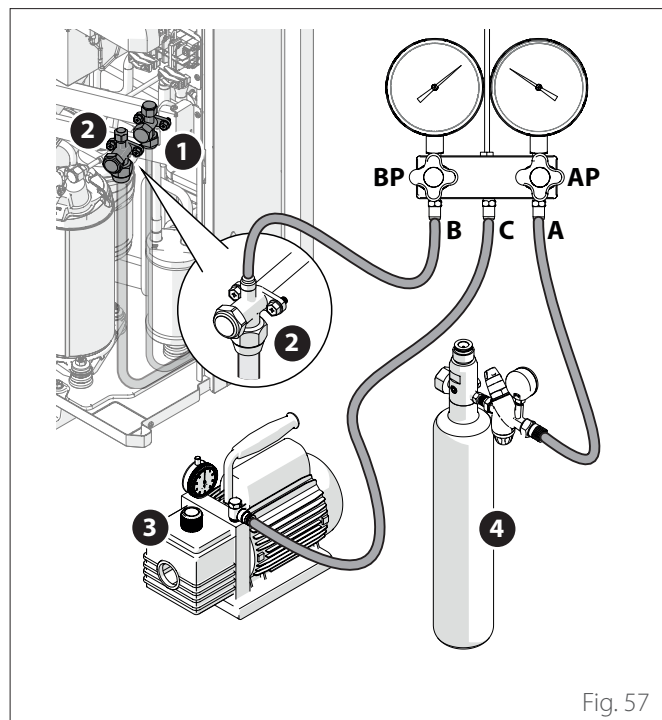

Fig. 57
- Ligue as tubagens de vácuo como em "Fig. 57" e a tubagem para a botija de azoto.
- Ligue a bomba de vácuo, abra a ligação entre (C) e (B), abra a torneira (BP) do grupo de manómetros para iniciar a evacuação.
- Abra (AP) para encher o circuito com azoto e pressurize até 1 bar.
- Abra ligeiramente durante alguns segundos a válvula de corte (2) e volte a fechá-la ("Fig. 57").